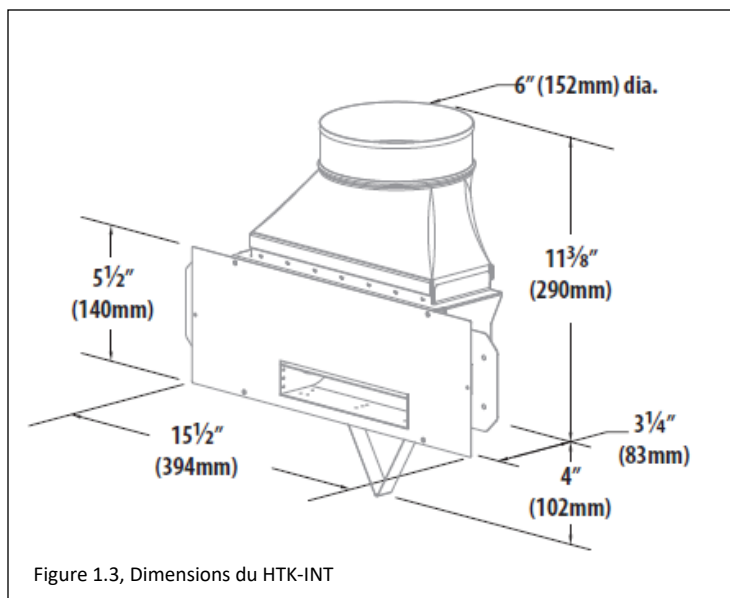

Figure 1.3, Dimensions du HTK-INT
- La **Figure 1.3** montre la dimension de la boîte de sortie d'air fixée au raccord de conduit.